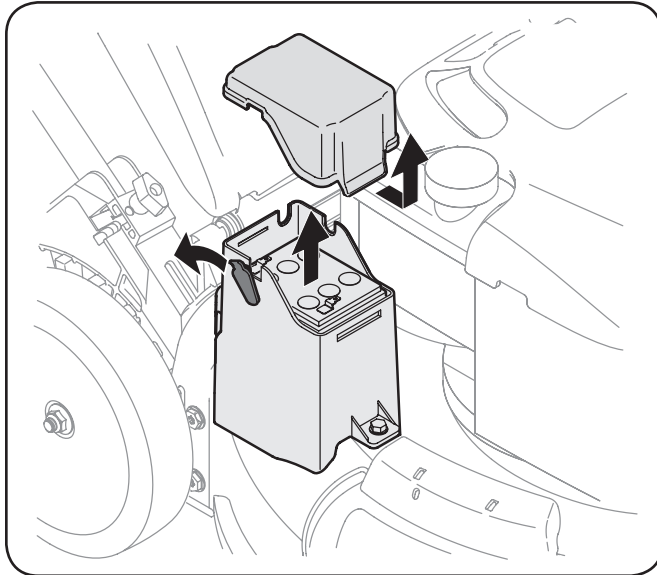

Figure 7-2
2. Retire los conductores positivo y negativo de la batería, y tire de la batería para extraerla. Vea Figure 7-2.